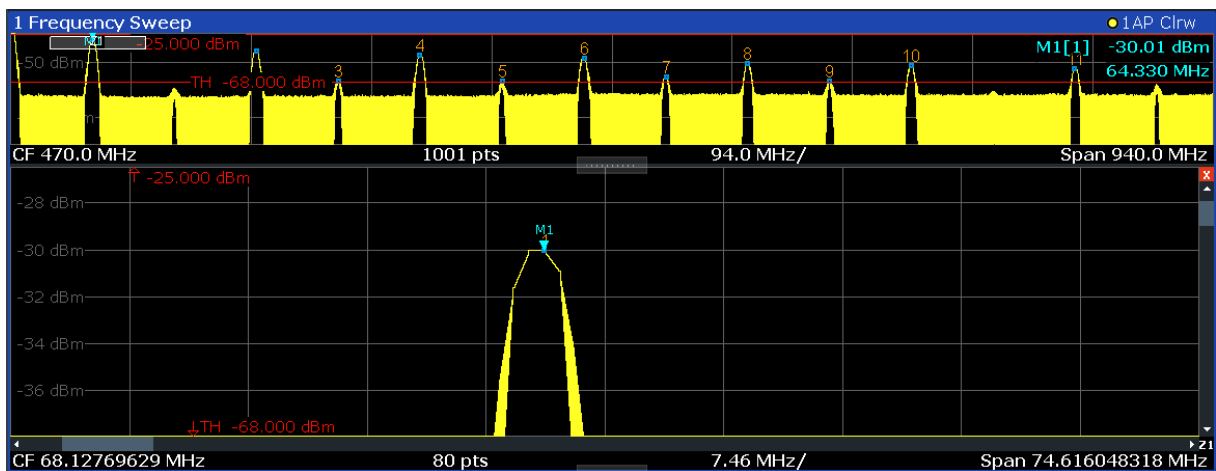

図 6-13: ピーク周辺のズーム表示
3. 図 6-13 では、拡大したピークが、非常に太いトレースで表されています。これは、掃引ポイント数が足りないためです。ズーム表示では、掃引ポイントが不足している部分は補間されるため、不完全な結果が生成されます。最適な結果を得るには、掃引ポイント数をデフォルトの 1001 から 32001 に増やします。